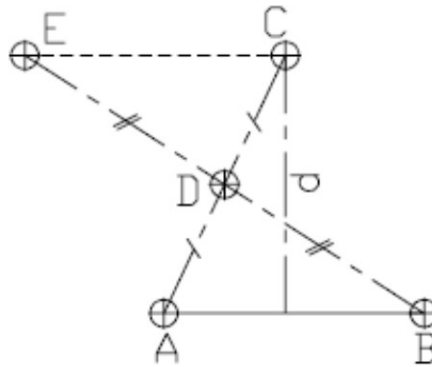

**Fig 6.6**
- placer un point E au milieu de AB (fig. 6.6.) puis stationner en C et mesurer les angles  $\alpha_1$  et  $\alpha_2$ . On en déduit l'angle  $\alpha$  à ouvrir sur le théodolite pour obtenir la direction perpendiculaire à AB en résolvant l'équation suivante :